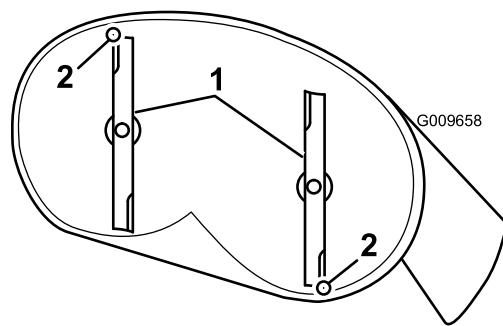

Figura 64
4. Gire cuidadosamente las cuchillas colocándolas en el sentido de avance de la máquina (Figura 64 y Figura 65).
4. Mida entre la punta de la cuchilla delantera y la superficie plana y entre la punta de la cuchilla trasera y la superficie plana (Figura 64 y Figura 65). Si la punta de la cuchilla delantera no está entre 1,6 y 7,9 mm más baja que la punta de la cuchilla trasera, ajuste la contratuerca delantera.
8. Compruebe la inclinación longitudinal de nuevo después del ajuste. Siga ajustando la tuerca hasta que la punta de la cuchilla más avanzada esté entre 1,6–7,9 mm más baja que la punta de la cuchilla más atrasada (Figura 64 y Figura 65).